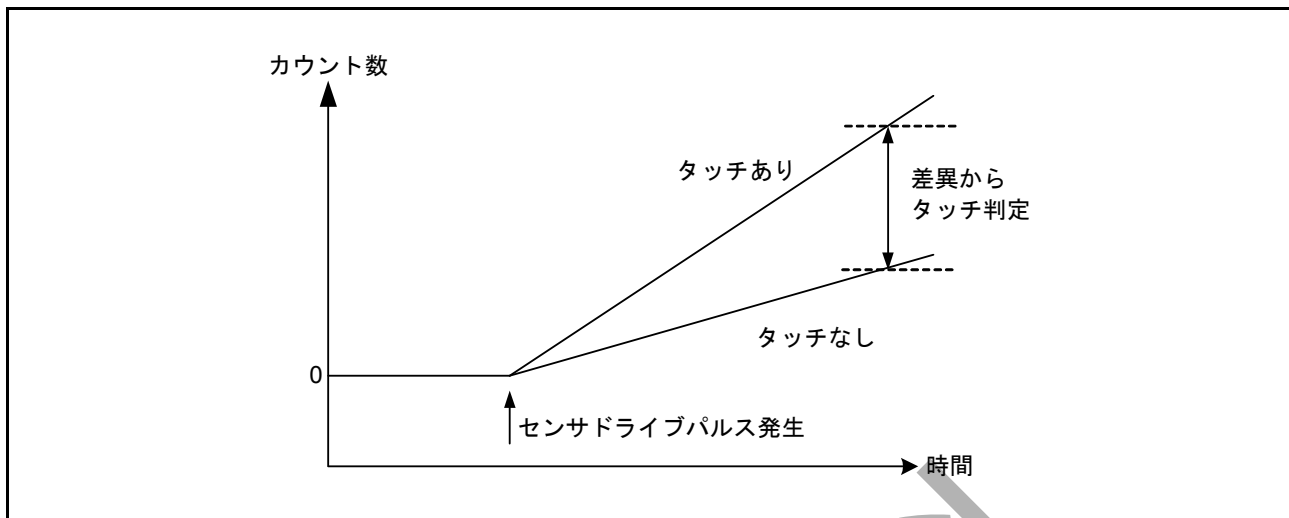

図 45.7 接触／非接触による計測値の変化
3. 手順 1. および 2. に示す電極の充放電の切り替えを繰り返すことにより、スイッチトキャパシタフィルタに電流が流れます。この時点で指が接近していれば、容量および流れる電流が変化します。TSCAP 電源を生成する回路からスイッチトキャパシタフィルタに流れる電流に比例した制御電流を ICO に供給することで、クロックを生成します。カウンタは、指が接近しているかどうかにより変化するクロック周波数を計測します。ソフトウェアは、カウンタから読み出した値に基づき指の接触を判断します (図 45.7)。